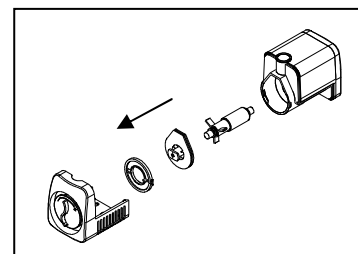

Fig. 12
7. Desmontar la bomba, limpie las partes de la bomba en agua caliente y jaboñ y volver amontar la bomba. Fig. 12